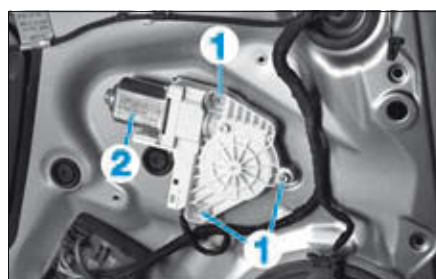

FIG. 64
- les vis (1), le débrancher puis retirer le moteur du lève-vitre (2) (Fig.64),